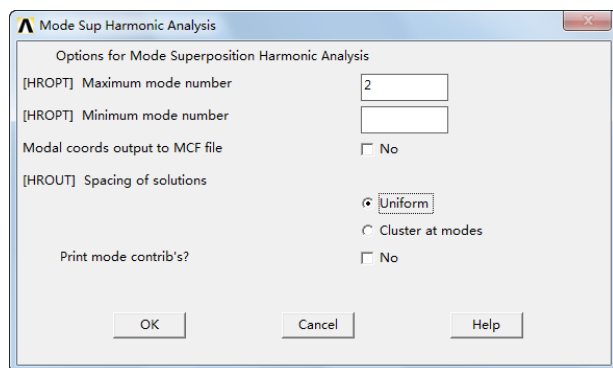

图 14-33 “Mode Sup Harmonic Analysis”对话框
③弹出“Mode Sup Harmonic Analysis”对话框，在“[HROPT] Maximum mode number”文本框中输入 2，如图 14-33 所示，单击“OK”按钮。